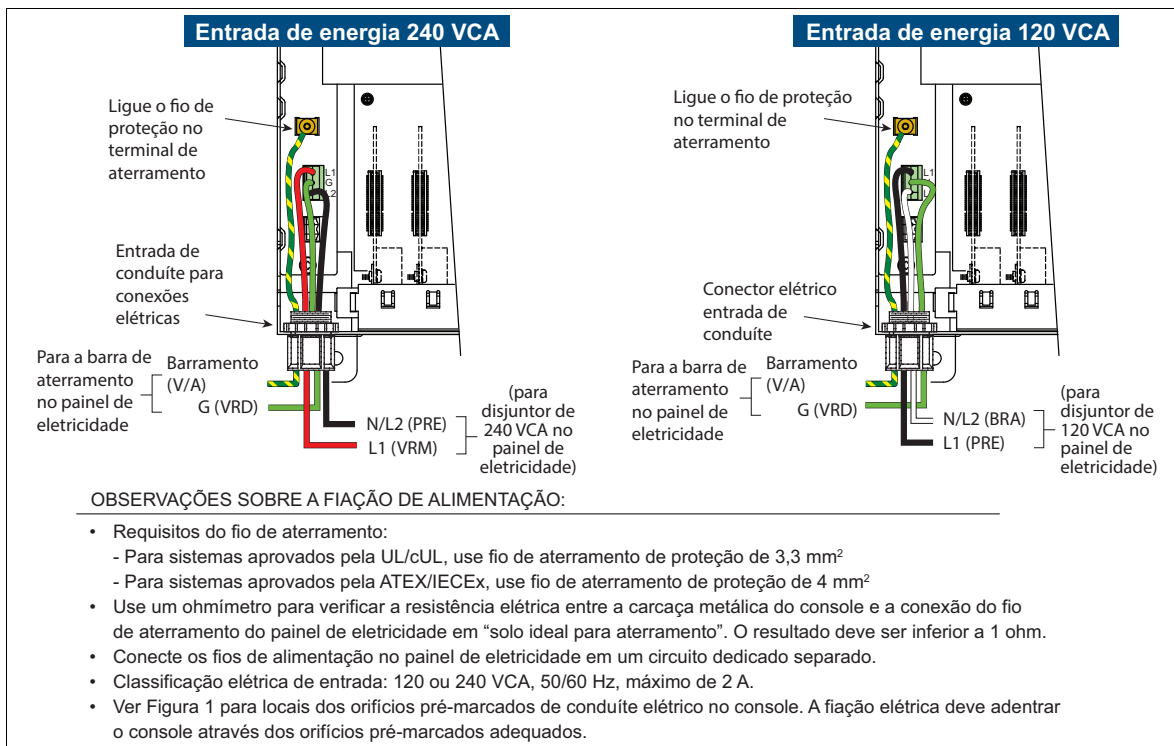

Figura 44. Conexão de energia elétrica (CA) ao console do TLS-450PLUS
5. Faça a conexão de entrada dos fios de eletricidade 120 ou 240 V conforme mostrado na Figura 44.